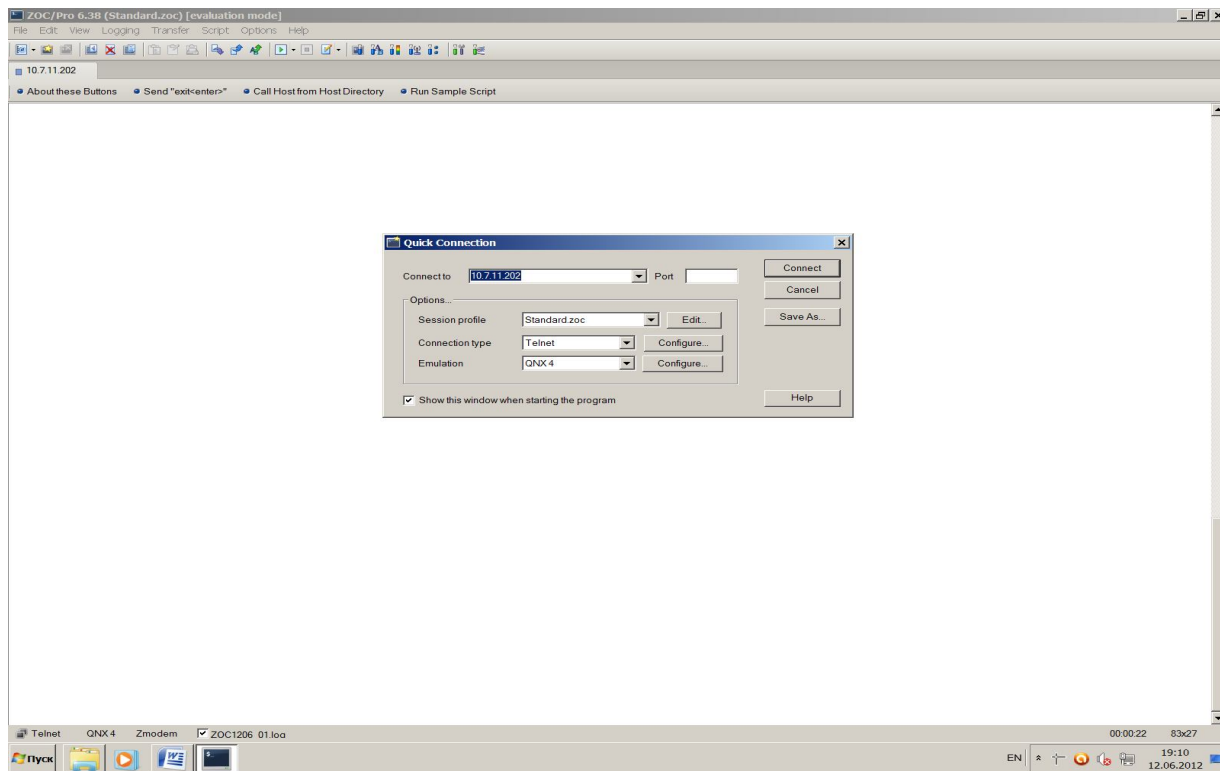

Рисунок 1
- 6.3.4. В ответ на приглашение встроенного программного обеспечения ввести (рисунок 1):